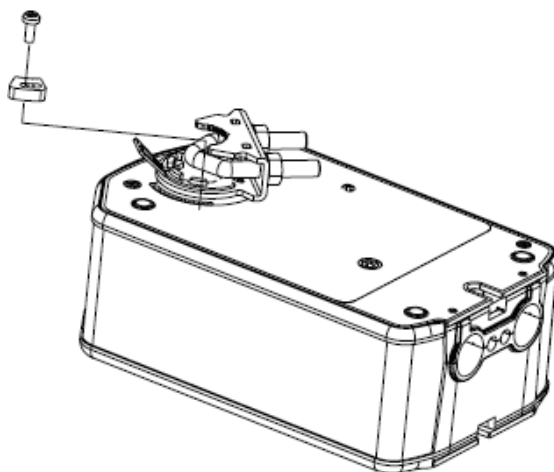

Figure 11 : Placement de la butée
La course des servomoteurs M9208 peut être limitée mécaniquement en utilisant une butée M9208-603, à commander séparément. L'angle minimum est de 35° quand la butée est vissée dans le premier cran et chaque cran supplémentaire correspond à 5° de plus (voir Figure 11). Par défaut, en l'absence de butée, l'angle de rotation est de 95°.
1. Placez la butée de limitation d'angle au cran souhaité (voir Figure 11).